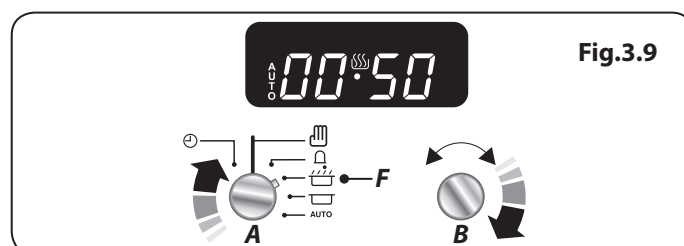

Fig.3.9
1. Tournez le bouton de la minuterie (A) sur le réglage du temps de cuisson (F). Tournez le bouton de réglage (B) dans le sens horaire afin de définir durée du temps de cuisson requis (**Fig.3.9**).